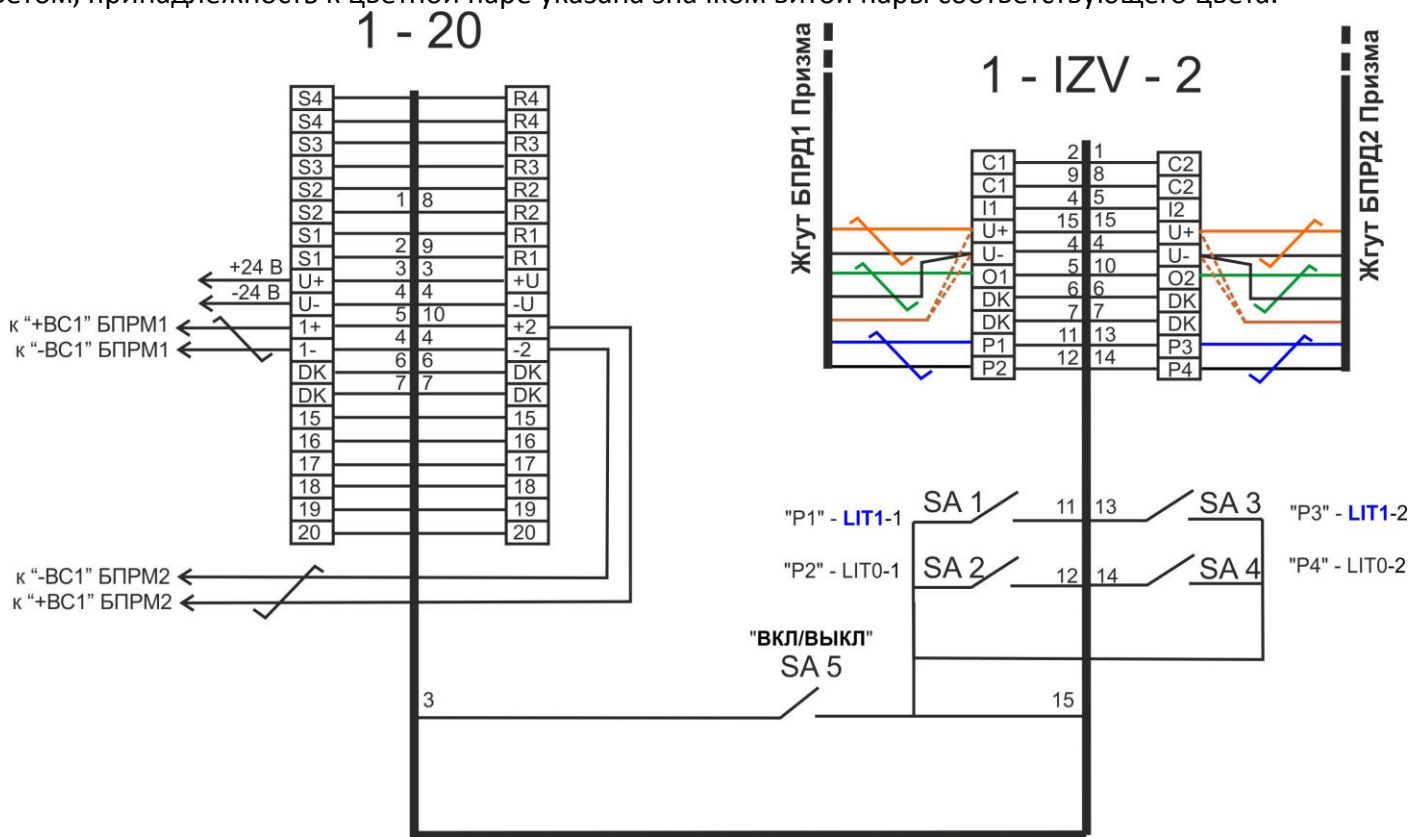

Рис.2
2.1 Подключить токопроводящие жилы кабелей блоков передающих БПРД извещателя в соответствии со схемой на рис. 2. На схеме цвета белых проводов жгутов БПРД1 и БПРД2 окрашены черным цветом, принадлежность к цветной паре указана значком витой пары соответствующего цвета.